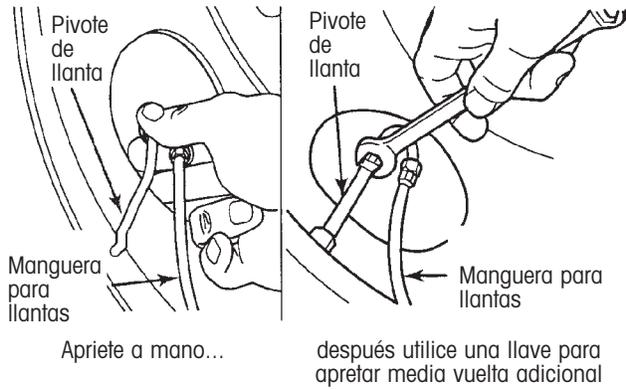

Figura 7. Instale la manguera para llantas en el pivote de la llanta
2. Instale las mangueras en los pivotes de las llantas y apriete a mano (figura 7).
3. Apriete la conexión manguera para llanta/pivote de llanta media vuelta adicional utilizando una llave de $\frac{7}{16}$ pulgadas (figura 7). **No sobreapriete esta conexión.** La manguera esta lo suficientemente apretada cuando al mover la manguera hacia atrás o hacia adelante no causa que la conexión se mueva.